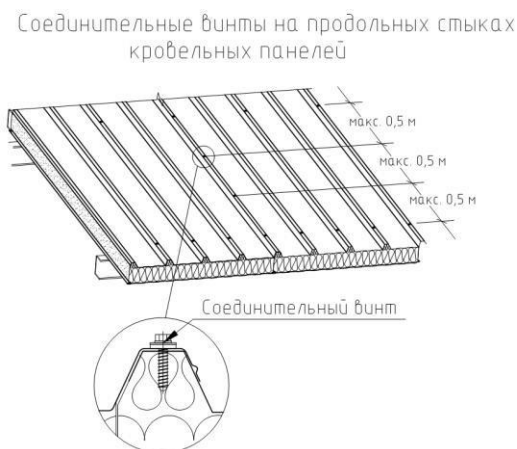

Рис. 13 Соединительные винты на продольных стыках
6. Установить следующую панель. Произвести крепление смонтированной панели аналогично первой. Крепление панелей между собой по продольным кромкам осуществляется после полного закрепления панели к несущим конструкциям, крепежные винты устанавливаются вдоль панели на гребень волны замкового гофра. Самонарезающие винты должны быть оснащены герметичной шайбой (рис. 13).